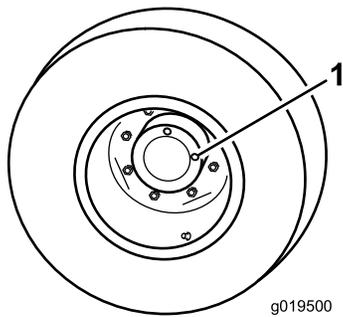

Figura 88
1. Con la máquina en una superficie nivelada, coloque la rueda con un tapón de verificación (Figura 88) en la posición de las 12 y el otro en la posición de las 3.
1. Tapón de verificación/drenaje (2)
2. Retire el tapón de la posición de las 3 (Figura 88).